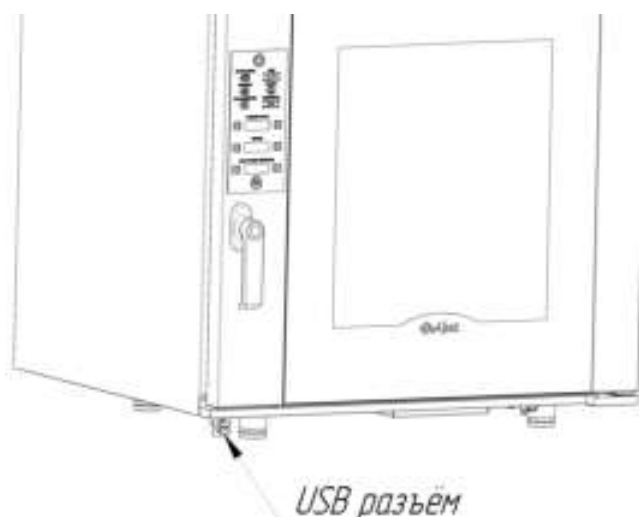

Рис. 4. Расположение USB разъёма
- Вставить USB-flash в USB-разъем (см. рис. 4), предварительно открутив защитную крышечку.